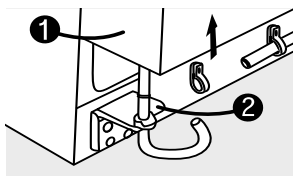

Figura 17
- Primero, introduzca la manguera del agua en el agujero de la clavija de la bisagra inferior. Entonces introduzca la parte inferior de la puerta del congelador en la clavija de la bisagra inferior. (Figura 17)